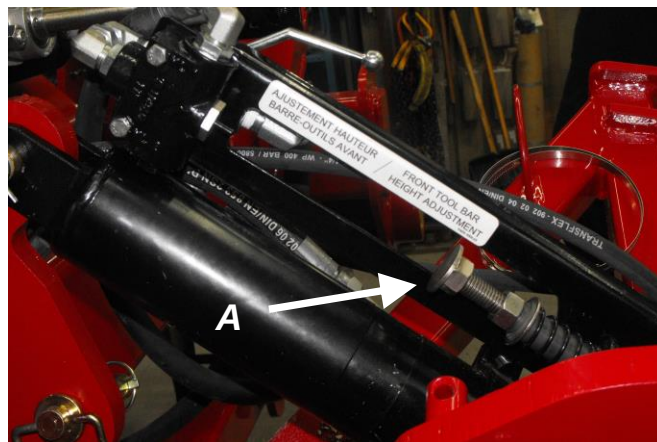

Figure 16
5. Pour ajuster la hauteur de travail, tournez la butée de contrôle de hauteur [figure 16, A] qui se trouve sur le cylindre de relevage gauche (page 39, 1).